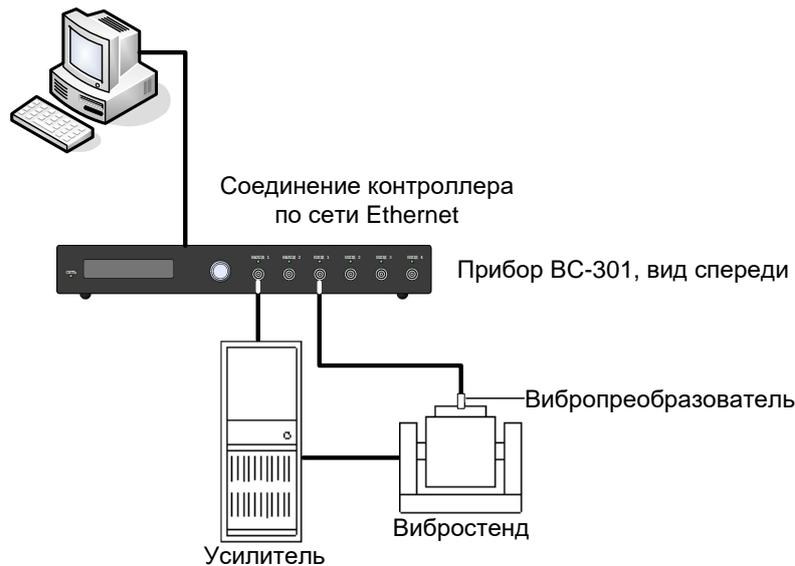

Рис. 6 Схема включения контроллера «BC-301» в вибрационную установку
4. подключите вход усилитель мощности к выходу Системы (см. Рис. 6);
6. подключите датчик посредством BNC-кабеля к одному из входных каналов («Вход 1» – «Вход 4»), настроенному как управляющий, на передней панели контроллера (на Рис. 6 показано подключение к первому каналу);